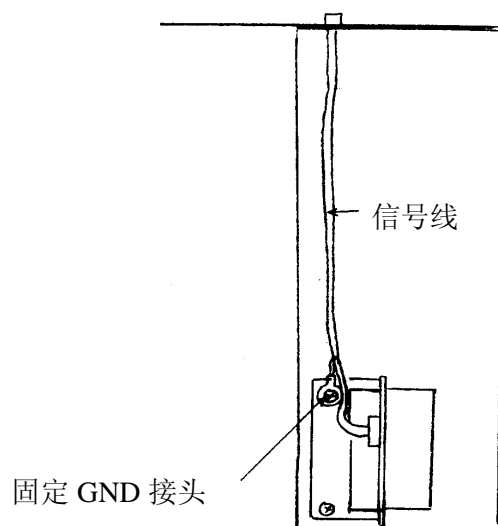

图 3.4
(5) 按图 3.4，将信号线 DET (221-41085-91) 的 GND 接头用 M4x8 螺丝 (020-46547) 和电控部一起固定。